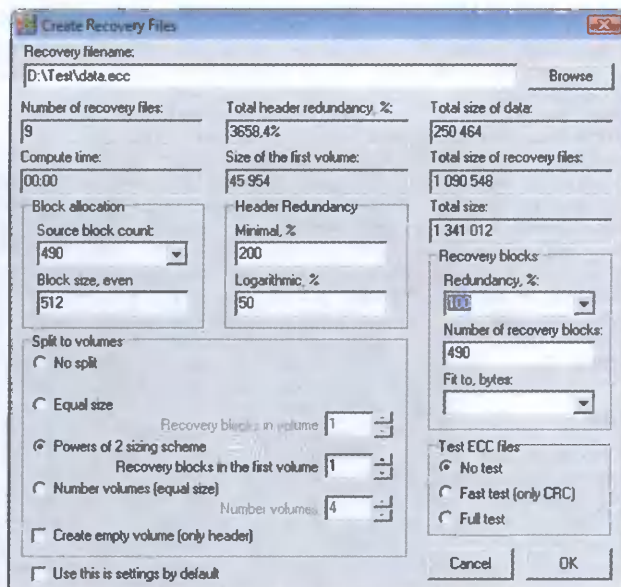

Рис. 7
**Программа ICE ECC** не архивирует информацию, а лишь создает тома для ее восстановления в случае повреждения. Запустив ICE ECC, необходимо выделить в ее главном окне подлежащий защите файл (файлы) и нажать на экранную кнопку "Create". В открывшемся диалоговом окне (рис. 7) задают основные параметры созда-